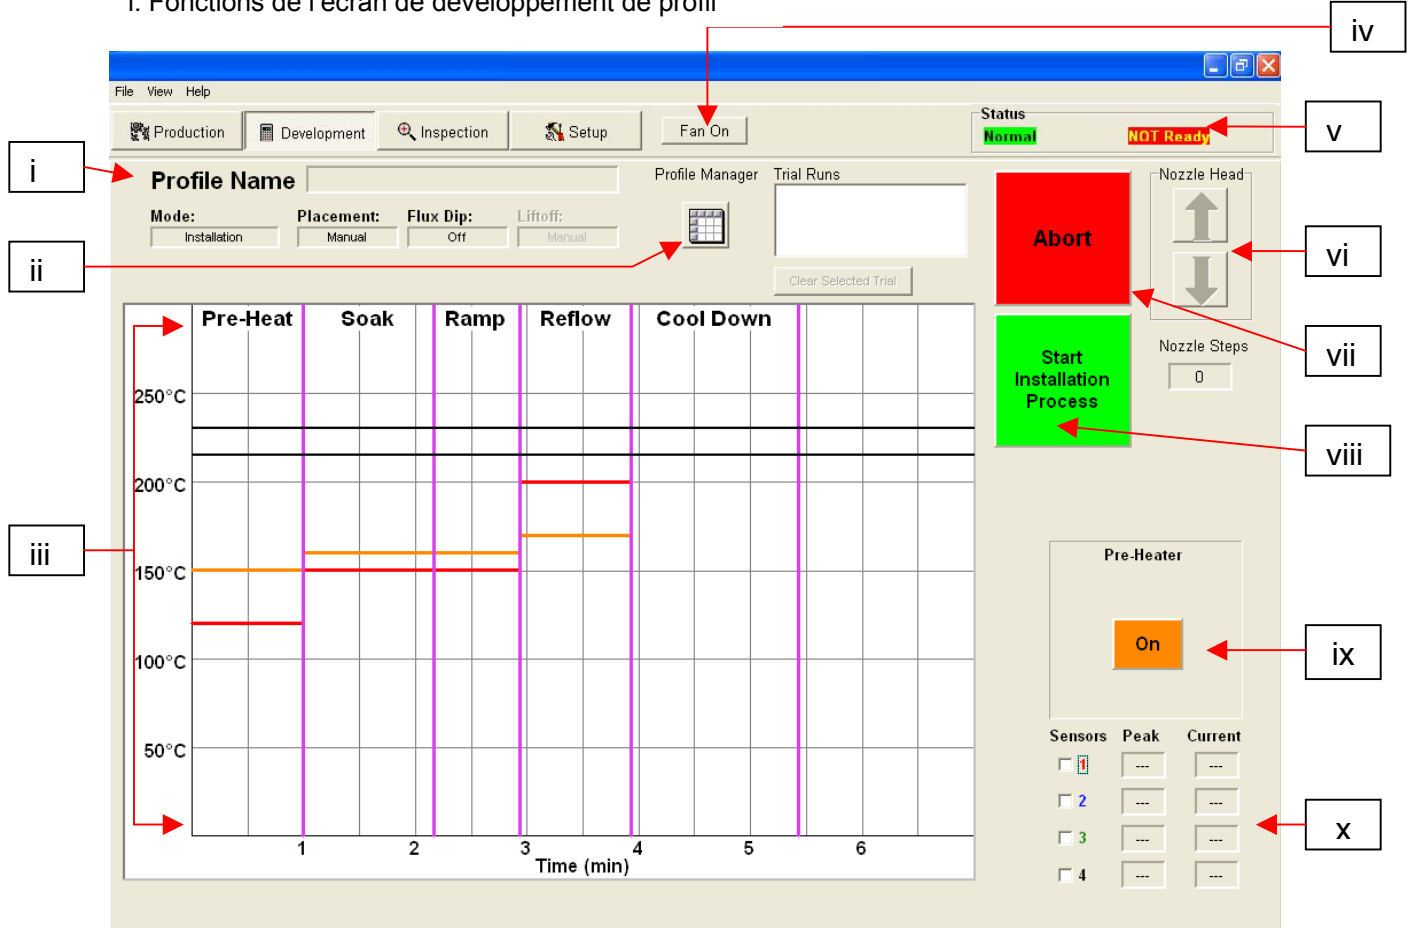

Figure 7a
- ii. Gestionnaire de profils. Les réglages de température et de durée saisis par le développeur peuvent être consultés et gérés ici (Figure 7a).